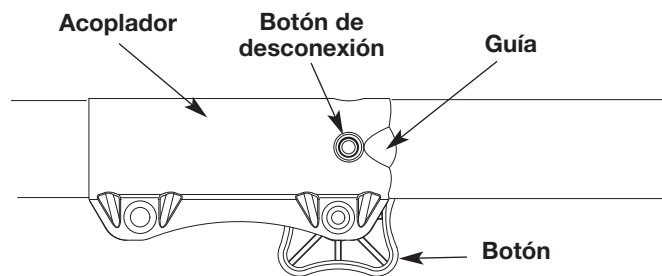

Fig. 3
NOTA: La alineación del botón de desconexión con la guía ayuda en la instalación (Fig. 3).
4. Apriete el botón girándolo hacia la derecha (Fig. 3).
2. Oprima y sostenga oprimido el botón de liberación (Fig. 3).